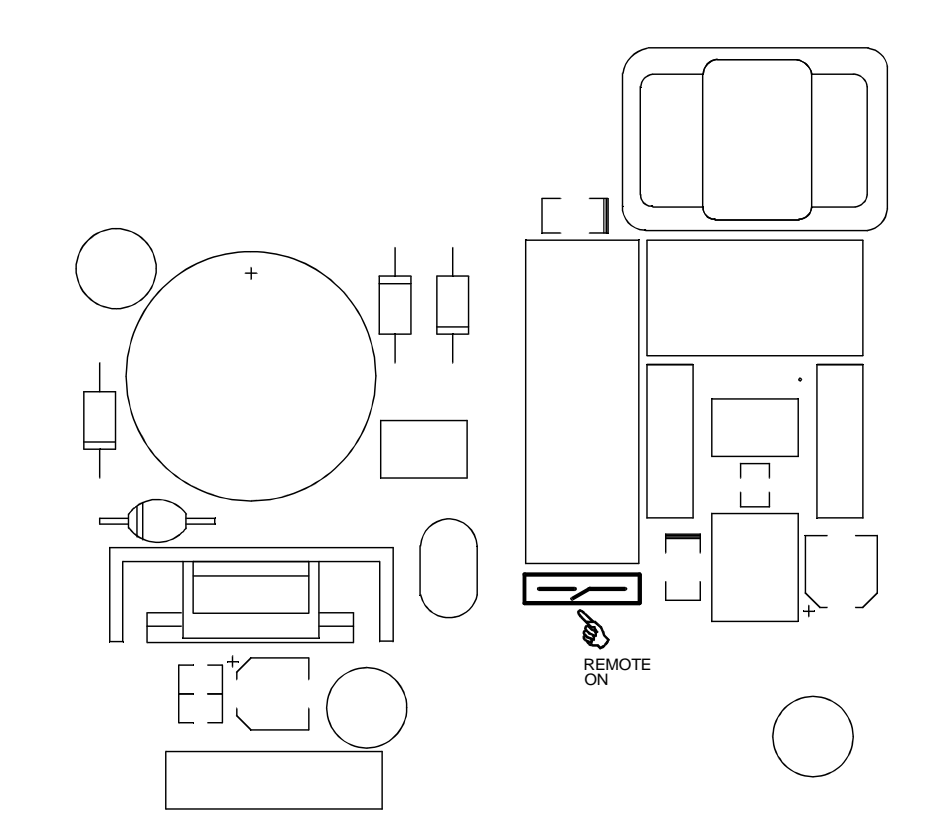

Abb. 18.1 Kontakt für Ferneinschaltung
- Beachten Sie Abb. 18.1: Öffnen Sie den markierten Kontakt.